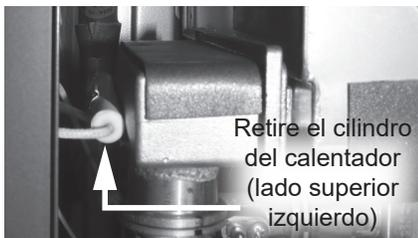

Figura 148 - Retiro de los cilindros calentadores del HEX secundario
- 40 Ubique los dos cilindros del calentador al lado izquierdo del HEX secundario. El cilindro del calentador se afirma en posición con un soporte flexible. Retire el cilindro del calentador. Consulte la Figura 148.